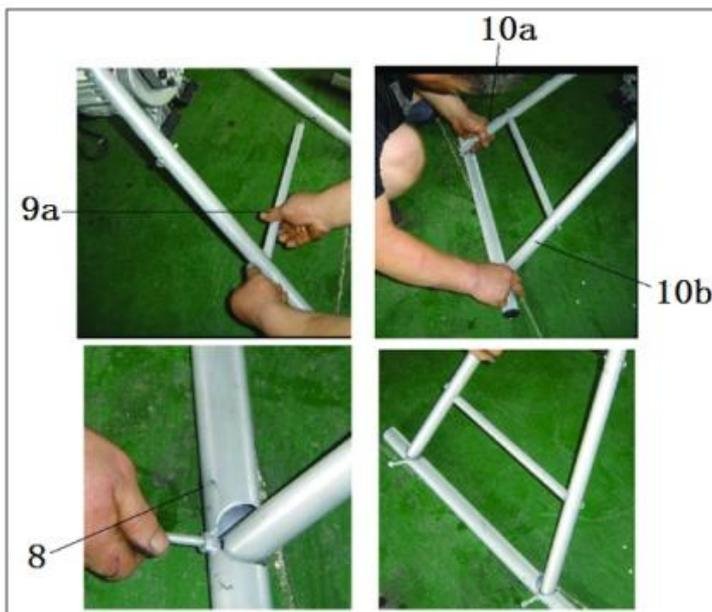

fig.3
- b) Connecter l'arbre horizontal (9a) au support avant (10a et 10b) avec des vis, puis assembler le pied horizontal (8) et support avant (10a et 10b) avec des boulons (Fig. 3).